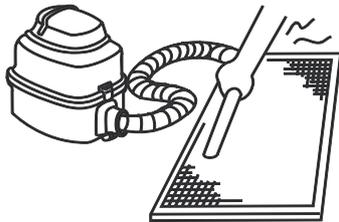

Abbildung 12.3
- a. Die Lufteintrittsseite sollte bei Verwendung eines Staubsaugers nach oben zeigen. (Siehe Abb. 12.3).